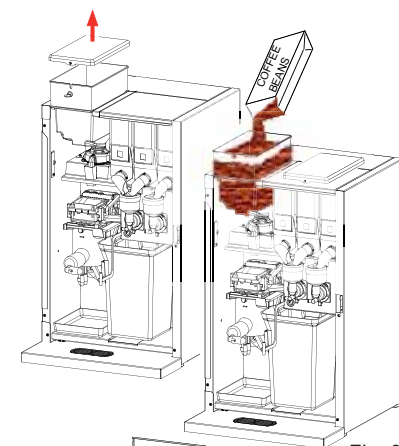

Fig. 26
1. Open het bonen canister (fig. 26) met de sleutel.